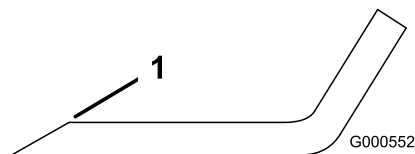
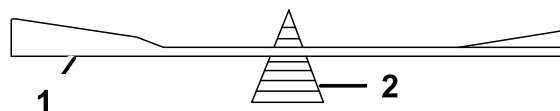

Figure 57
Figure 58
1. Au moyen d'une lime, aiguisiez les tranchants aux deux extrémités de la lame (Figure 57) Veillez à conserver l'angle de coupe d'origine. Limez la même quantité de métal sur chacun des deux tranchants pour ne pas déséquilibrer la lame.
2. Vérifiez l'équilibre de la lame en la plaçant sur un équilibreur (Figure 58). Si la lame reste horizontale, elle est équilibrée et peut être utilisée. Si la lame est déséquilibrée, limez un peu l'extrémité de la partie relevée seulement (Figure 57). Répétez la procédure jusqu'à ce que la lame soit équilibrée.